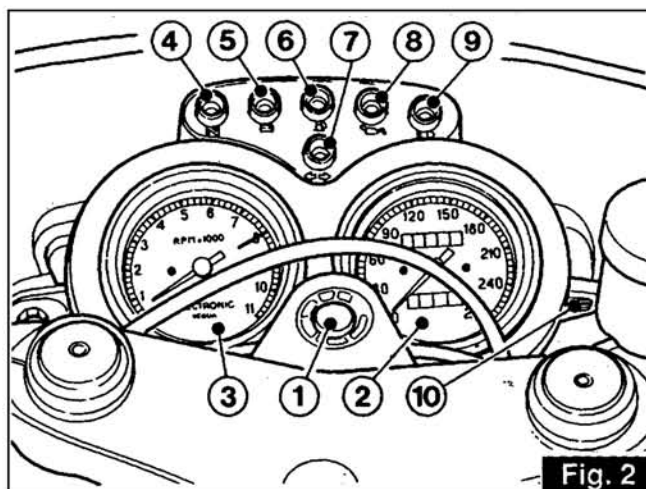

Fig. 2
3.1 TABLEAU DE BORD (fig. 2)
3.1 INSTRUMENTENBRETT (Abb. 2)
Avec la clé «1» de fig. 2 position «ON» le moteur est prêt au démarrage.
- Quand le moteur est arrêté, tourner la clé du commutateur de fig. 2 en position «OFF», puis retirer la clé.
Befindet sich der Schlüssel «1» (Abb. 2) in Schaltstellung «ON», ist das Fahrzeug startbereit.
- Steht der Motor, muss man den Zündschlüssel (Abb. 2) auf Schaltstellung «OFF» drehen und anschliessend abziehen.